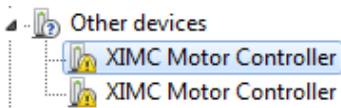

Рисунок 6. Отображение устройств в диспетчере устройств
5. После подключения устройства запустится автоматический поиск драйверов, который, завершится неудачей. Для установки драйверов найдите в «Диспетчере устройств» раздел «Другие устройства», в нем должны быть два устройства EyePoint Signature Analyser (рисунок 6).